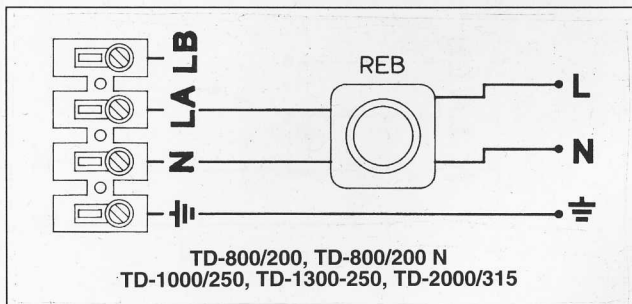

Fig.3
- Los motores de los TD-MIXVENT están preparados para alimentarse de una red monofásica y son de dos velocidades. Para la conexión a la red deberán seguirse los esquemas de conexiones fig. 2 que corresponde al modelo, utilizando un conmutador tipo REGUL2 o COM2. También pueden conectarse a un regulador de tensión tipo REB. En este caso asegurarse que el aparato este conectado en velocidad rápida como está indicado en la fig. 3.
follow wiring diagrams fig. 3.